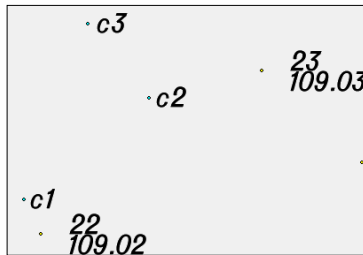

Рис. 5.7
- Не закрывая метод построения, создайте точку **c2** (рис. 5.7) на расстоянии от точки 22 – 9 м, от точки 23 – 6 м. Параметры задайте такие же, как и для точки **c1**.
4. В результате созданы точки, как показано на рис. 5.7.